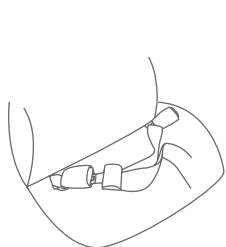

Fig. 40-2
5. Abroche el cinturón de seguridad teniendo cuidado de que el cinturón de seguridad no esté torcido y esté enganchado seguramente en la hebilla apropiada y no en la adyacente. (Fig. 40-2)